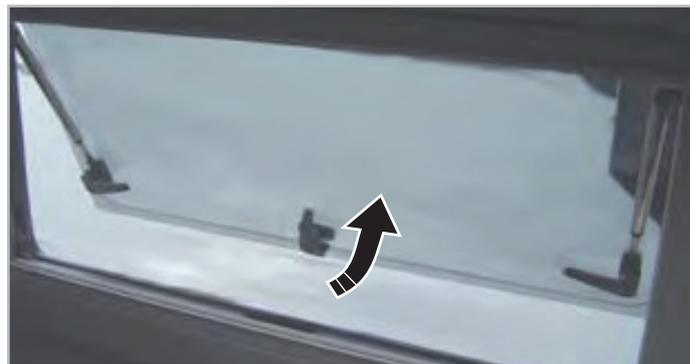

Fig.6.3 - Abrir las ventanillas
3. Abra la ventanilla empujándola desde el centro hasta la posición deseada (Fig.6.3), la ventanilla se enclavará automáticamente.